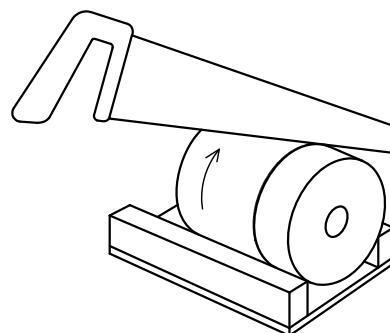

Рис.2
3. Ножовкой по дереву отпилите излишек цилиндра. Линия должна оставаться на укороченном цилиндре. При пилении постепенно поворачивайте цилиндр от себя и постоянно следите, чтобы пил шел вплотную к линии. Для удобства рекомендуем сделать несложное приспособление. См. Рис.2.